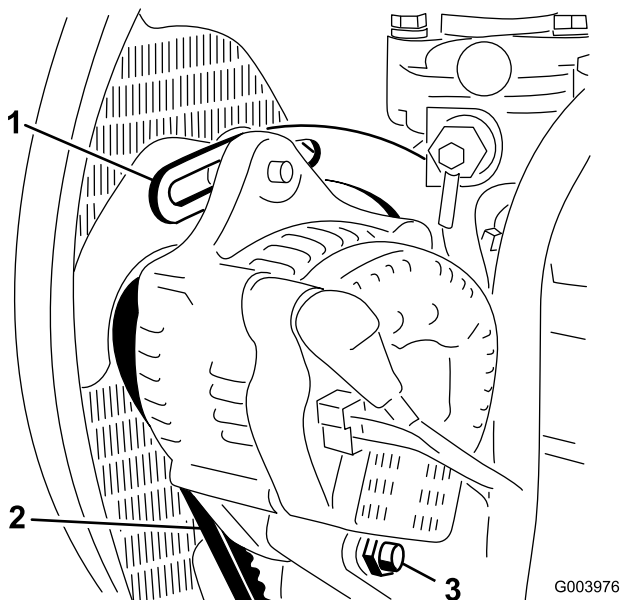

図 74
2. オルタネータ側プーリとクランクシャフト側プーリ間の中央部でオルタネータベルト(図 74)を指で 10 kg 程度の力で押してベルトの張りを点検する。
3. プレースをエンジンに固定しているボルト(図 74)と、オルタネータをブレースとピボットボルトに固定しているボルトをゆるめる。